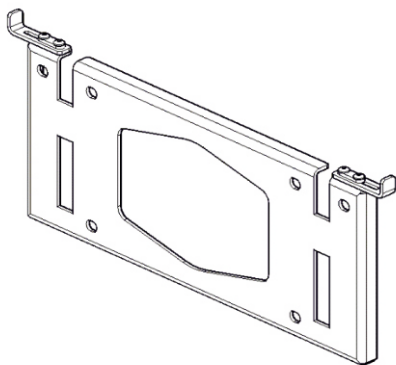
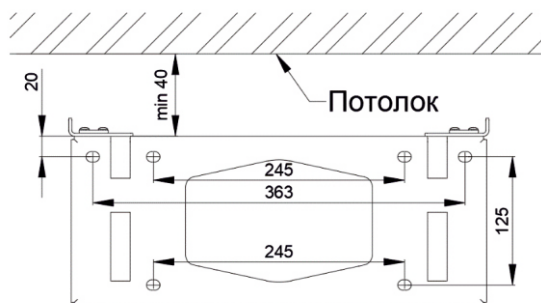
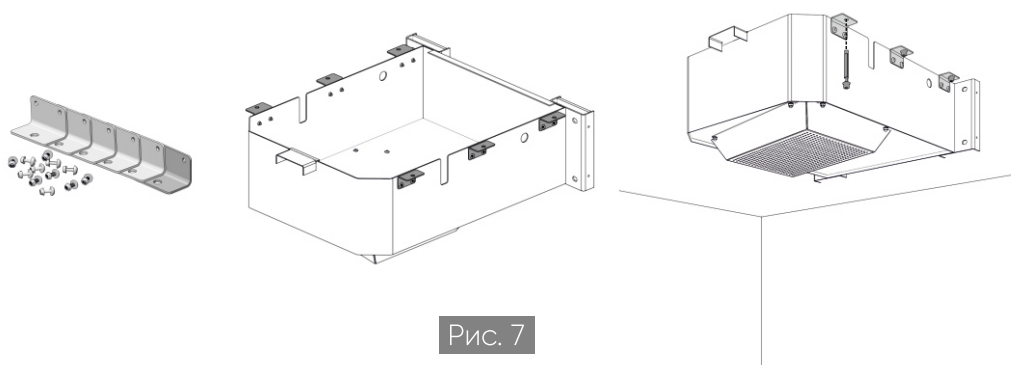

Рис. 2
Рис. 3
Рис. 7
- 4 Извлеките из упаковки монтажную пластину (рис.2) и используя ее как шаблон (рис. 3) разметьте места установки анкеров для крепления обливного устройства к стене. Монтажная пластина устанавливается на твердую и ровную стену, с отступом от потолка не менее 40 мм. Для крепления монтажной пластины используются шесть шурупов глухарей с диаметром стержня не менее 8 мм в случае с деревянной стеной, или шесть анкерных болтов с диаметром стержня не менее 8 мм в случае с каменной стеной. При затяжке крепежа следует прилагать умеренное усилие (примерно 25 Нм). Недостаточное усилие снижает надежность крепления, а избыточное может привести к деформации монтажной пластины. Длина и тип крепежа подбирается монтажной организацией индивидуально исходя из несущей способности стены. Крепеж должен выдерживать вес обливного устройства наполненного водой. Крепеж в комплект поставки не входит. Рекомендуется использовать крепление монтажной пластины на шпильки M10 (см. рис.4).
Комплект потолочных креплений предназначен для крепления обливного устройства к потолку, при использовании потолочных креплений монтажная пластина (рис.2) на обливное устройство не устанавливается. В комплект входит 6 уголков, 12 болтов и 12 гаек. (рис. 7)